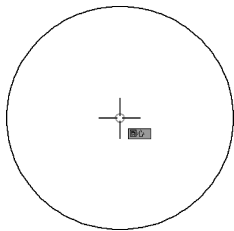

图 8-21 捕捉圆心
(1) 单击“默认”选项卡“绘图”面板中的“圆”按钮 , 绘制一个半径为 1000 的圆。
(2) 单击“默认”选项卡“绘图”面板中的“多边形”按钮 , 绘制一个正四边形，捕捉刚才绘制的圆的圆心作为正多边形内接圆的圆心，如图 8-21 所示，完成正多边形的绘制。